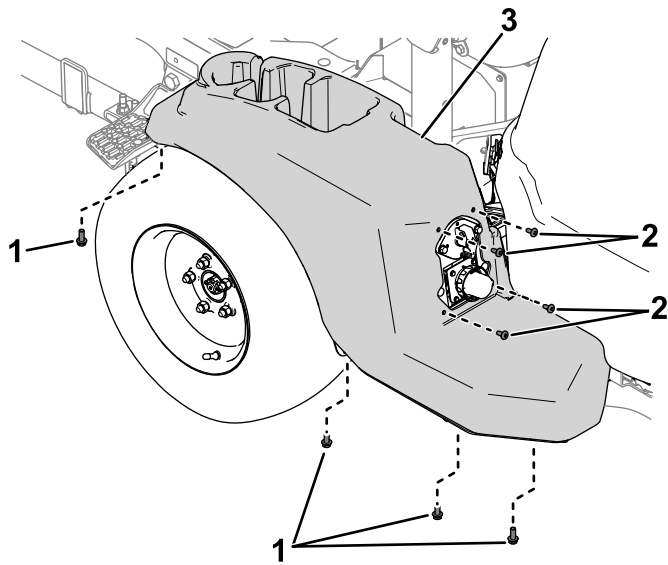

Figura 4
3. Utilice los tornillos y los pernos que se retiraron anteriormente para fijar la cubierta al lado izquierdo de la máquina (Figura 4).